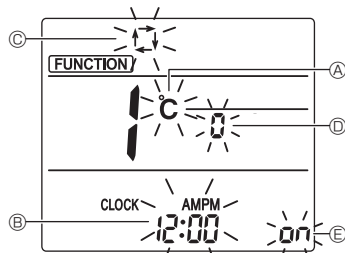

Fig. 7-10
3. Убедитесь, что отображается числовое значение функции “1”, затем нажмите кнопку **SET** 3. Отобразится экран настройки индикации. (Fig. 7-10)